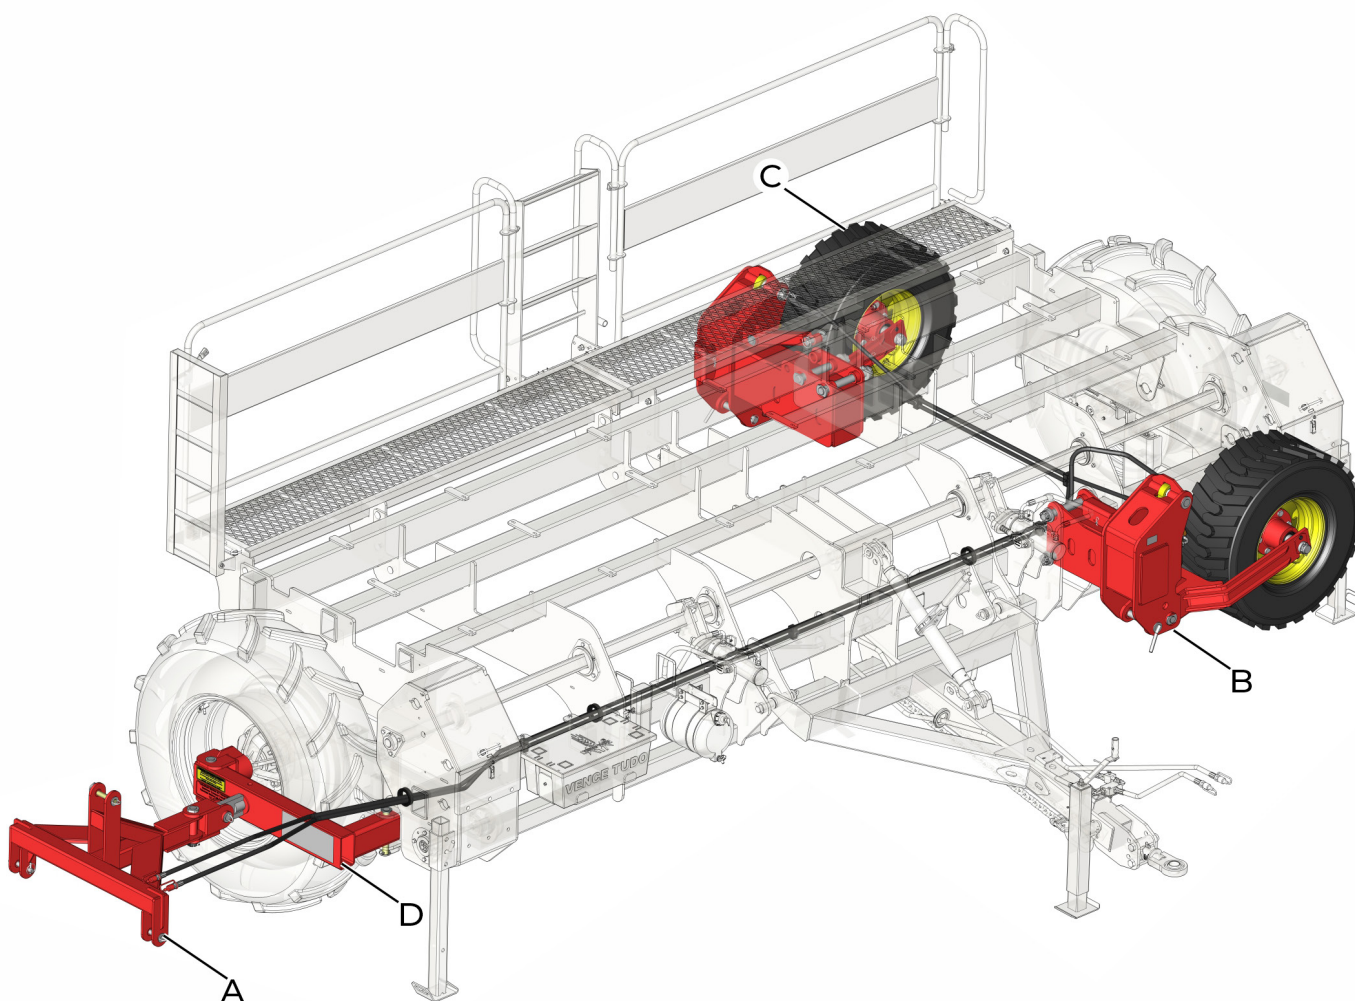

fig. 39
Las Sembradoras de Fertilizantes ARROCERA Super tienen un sistema de ruedas para el transporte longitudinal (opcional) de accionamiento hidráulico, que permite el transporte de la sembradora por carreteras, portones y puentes donde no sería posible hacerlo en su posición normal de trabajo. El sistema dispone de una estructura de elevación (A) (fig. 39), que se fija a los tres puntos del tractor y a dos ruedas, una situada en la parte delantera de la sembradora (B) (fig. 39) y otra en la parte trasera (C) (fig. 39).
Durante la siembra no es necesario retirar el cabezal de transporte (D) (fig. 39).